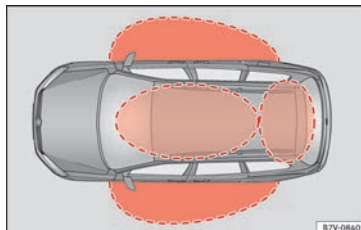
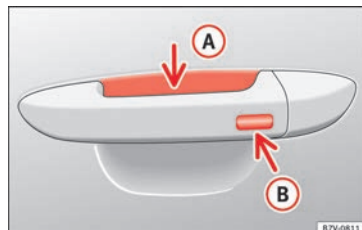

Bild 131 Keyless Access lås- och tändningssystem: I närheten av bilen
Bild 132 Keyless Access-system för låsning och tändning: sensoryta (A) för upplåsning på dörrhandtags insida och sensoryta (B) för låsning på handtags utsida
Keyless Access är ett nyckelfritt lås- och tändningssystem för att låsa upp och låsa bilen utan att aktivt använda nyckeln. För att göra det räcker det att en giltig bilnyckel finns i området » **bild 131** nära bilen och att vidröra en av sensorytorna på dörrhandtagen eller att manövrera tryckknappen på bakluckan » **bild 132**.
Om en nyckel finns i närheten av bilen » **bild 131** ger lås- och tändningssystemet Keyless Access åtkomst för nyckeln när någon av sensorytorna på dörrhandtagen vidrörs eller om tryckknappen på bakluckan manövreras. Följande funktioner finns då tillgängliga utan att man behöver använda bilnyckeln aktivt:
- Ta i dörrhandtaget. Ta i dörrhandtaget. När du gör detta vidrörs sensorytan »» **bild 132** **A** (pil) på handtaget och bilen låses upp.
När bilen är låst låses bakluckan upp automatiskt när den öppnas om »» **bild 131** det finns en giltig bilnyckel i närheten.
För att **stänga** alla elektriska fönsterrutor, soltaket och det elektriska, lutande panoramataket med komfortfunktionen, håll dina fingrar på sensorytan » **bild 132**  i några sekunder som finns på den yttre delen av handtaget på passagerar- eller förarsidan tills fönstren och taket stängs.